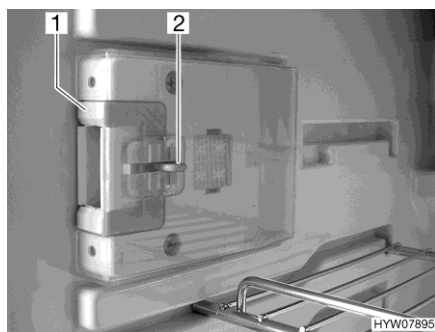
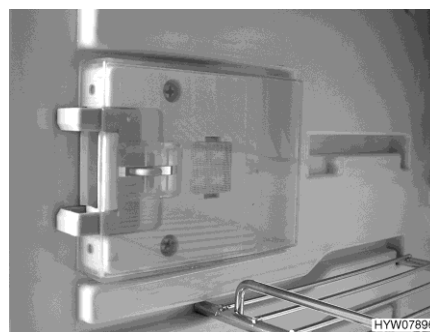

Fig. 253 Dispositif de fermeture (position normale)
Fig. 254 Dispositif de fermeture (position de ventilation)
■ Presser le bouton de déverrouillage (Fig. 253,2).
■ Pousser le dispositif de fermeture (Fig. 253,1) vers l'avant (Fig. 254).